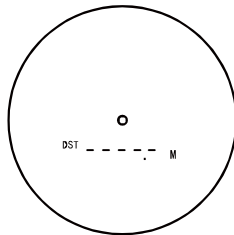

Рисунок 1
- Нажмите кнопку **ВКЛЮЧЕНИЯ/ИЗМЕРЕНИЯ** для включения или выключения прибора. По умолчанию дальномер начинает работу с режима измерения расстояния (рис. 1).